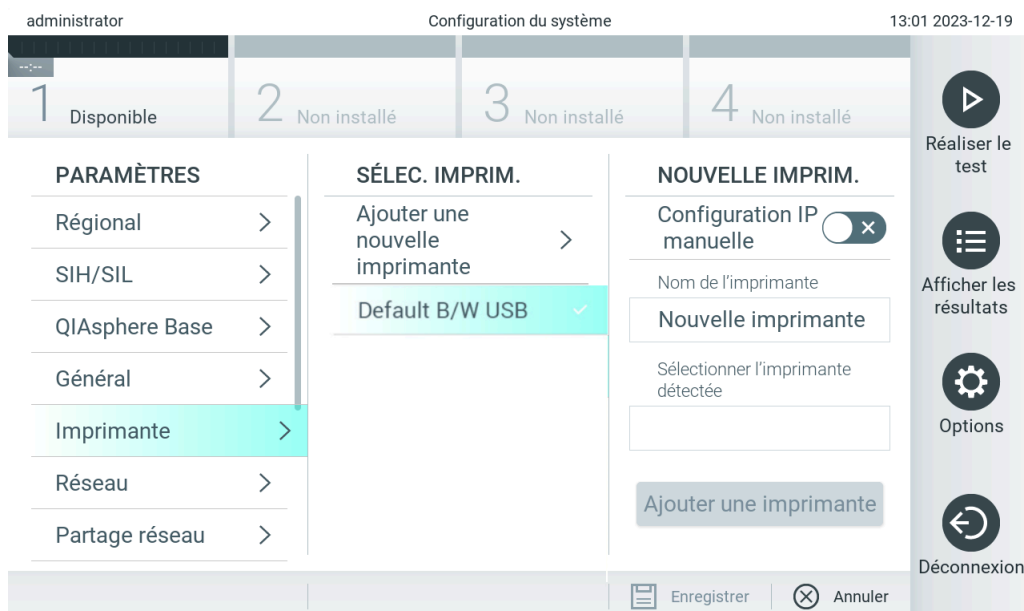

Figure 104. Installation de l'imprimante avec installation du pilote
5. Cliquez sur **Add Printer** (Ajouter imprimante) (figure 104).
6. Cliquez sur **Add Printer** (Ajouter imprimante) (figure 104).